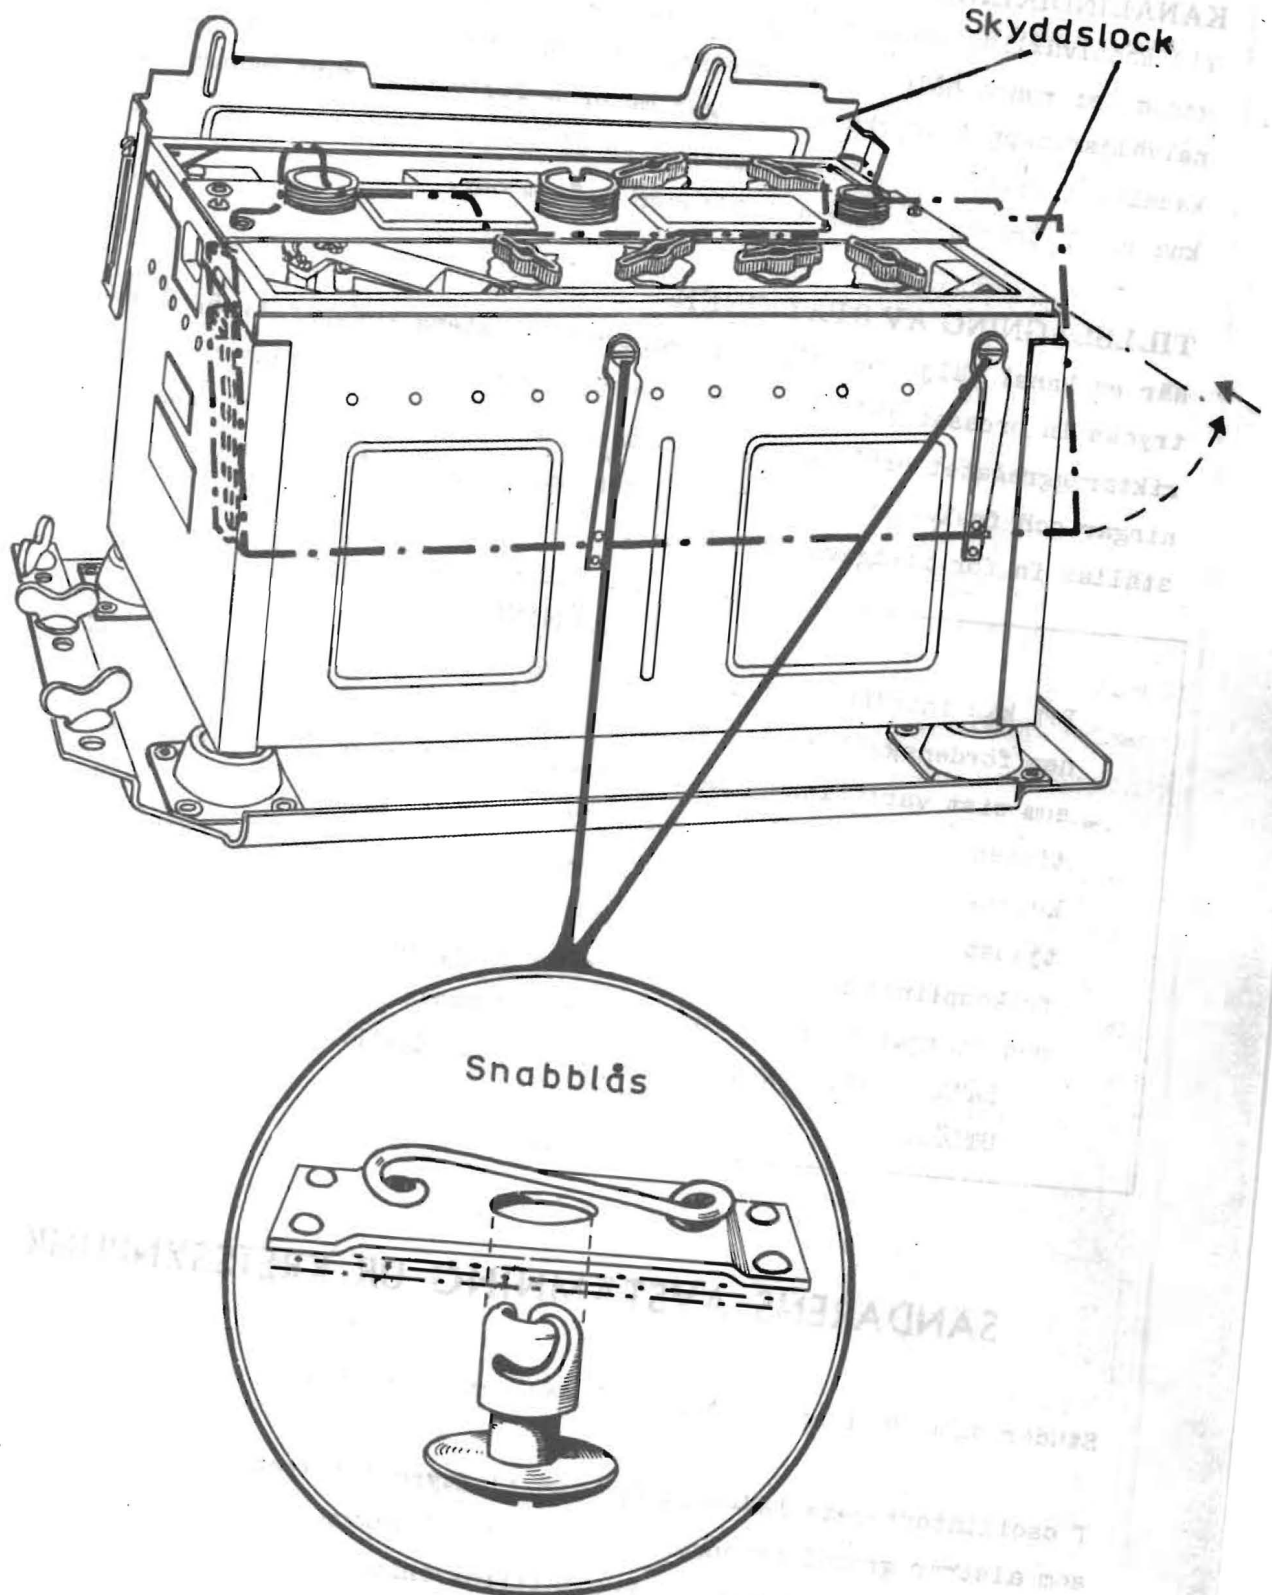

Bild 25. Apparatlådans skyddslock och snabblås
- Bild 25. Apparatlådans skyddslock och snabbblås